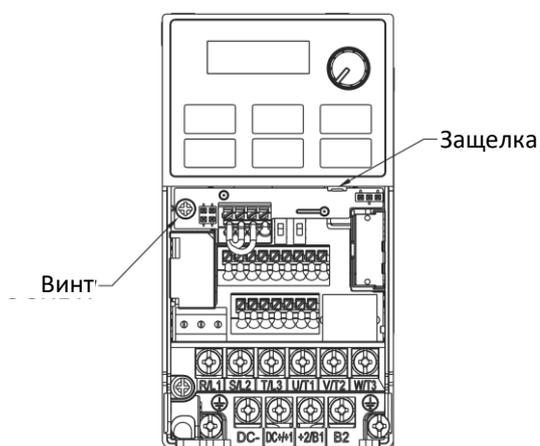

Рис. 8-4
4. Как показано на рис. 8-4, сборка завершена.